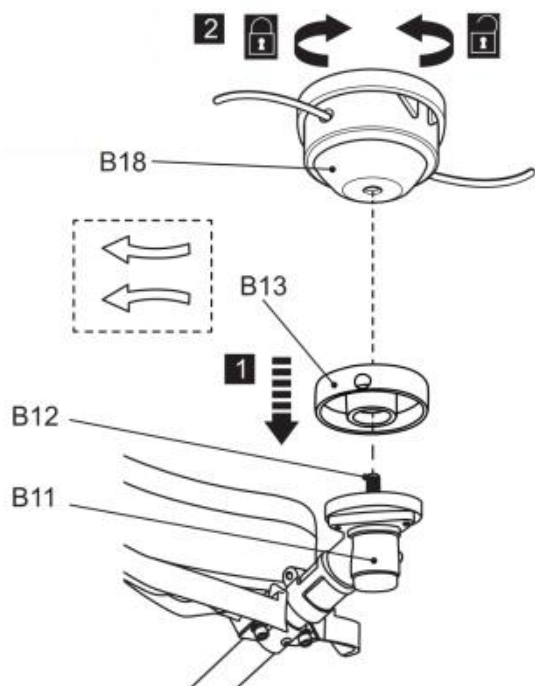

Fig. 6
4) Atornille el cabezal de corte (B18) en sentido antihorario en el eje (B12) y apriételo con la mano mientras bloquea el eje (B12) con la llave hexagonal (E5). Retire la llave hexagonal después (Fig. 6).